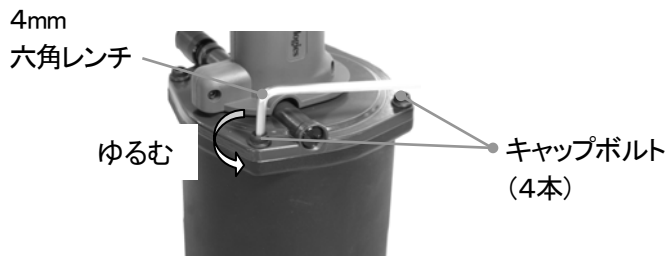

図7-20
- (1)カプラを分離する等により、圧縮空気の供給を止めてください。
- (2)コレクタ、及びノーズハウジングを外して下さい。
- (3)4mm六角レンチでキャップボルト(4本)を外してください。(図7-20)